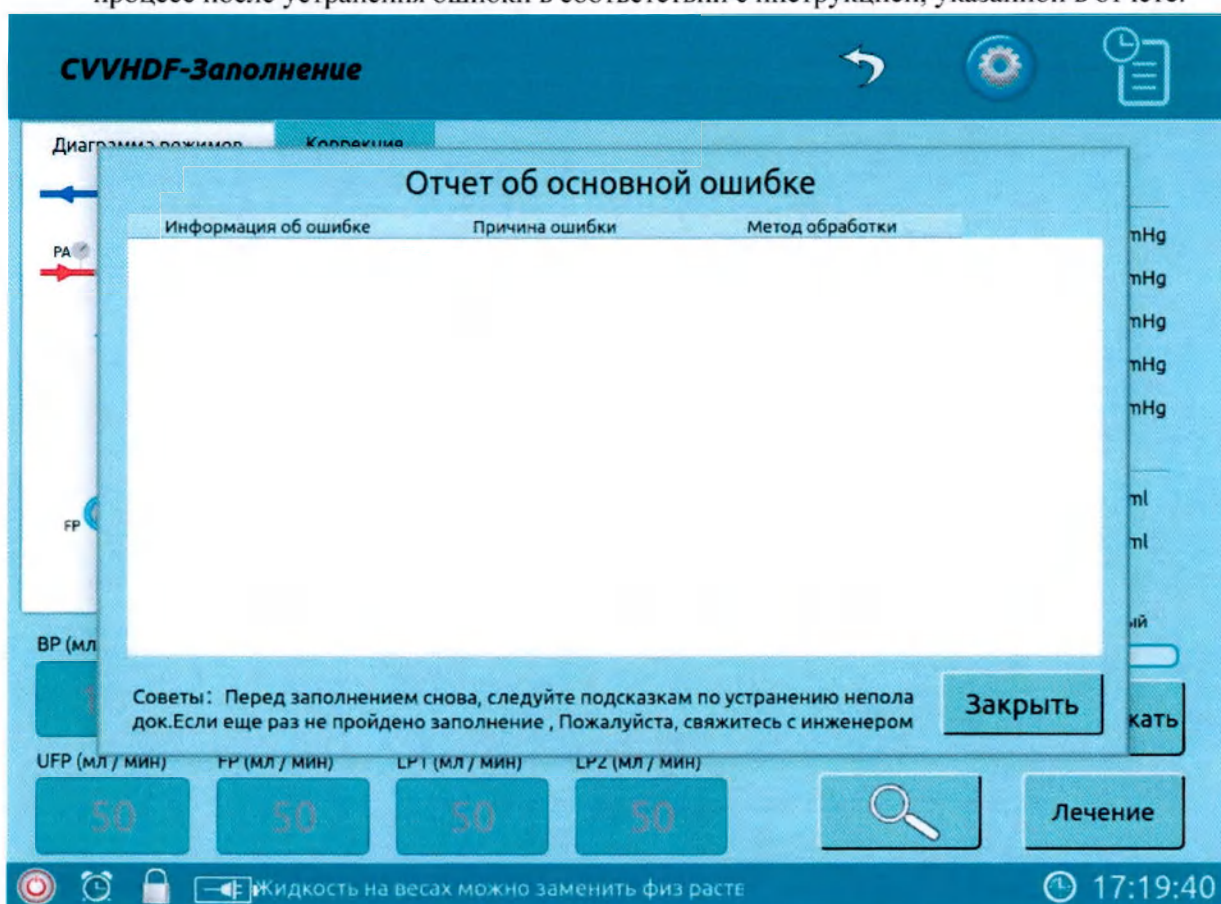

Рис. 6-72. Интерфейс поиска информации о заполнении
на рис. 6-72, нажав кнопку запроса сообщения об ошибке заполнения .
- Все ошибки в процессе автоматического заполнения могут быть обнаружены с помощью функции поиска информации о заполнении. Пример запроса информации о заполнении показан на рис. 6-72. Оператор может выяснить причину ошибки заполнения в соответствии с предоставленной информацией и может продолжить процесс заполнения после устранения причины ошибки заполнения.